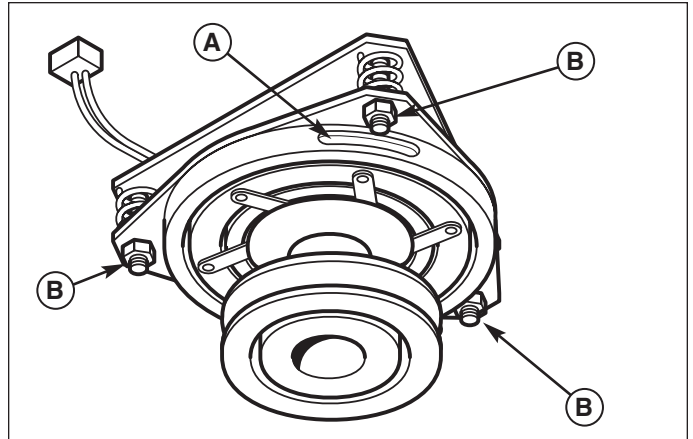

Figure 34. Réglage de l'embrayage de la PDF
2. Voir la Figure 34. Noter la position des 3 orifices de réglage (A) situés sur le côté de la plaque de freins et les écrous de réglage à filetage autofreinant (B).
4. Serrer alternativement les écrous de réglage (B, Figure 34) jusqu'à ce que la face du rotor et la face de l'induit entrent juste en contact avec la jauge.